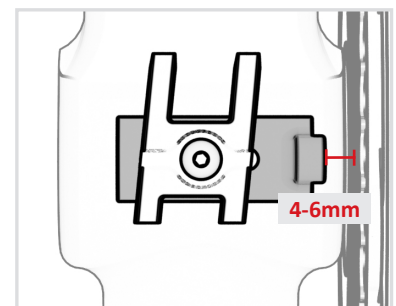

FIG. 9
- Positionieren Sie das Gehäuse in einem Abstand von ca. 4-6mm zum PowerMeter (Fig. 9).